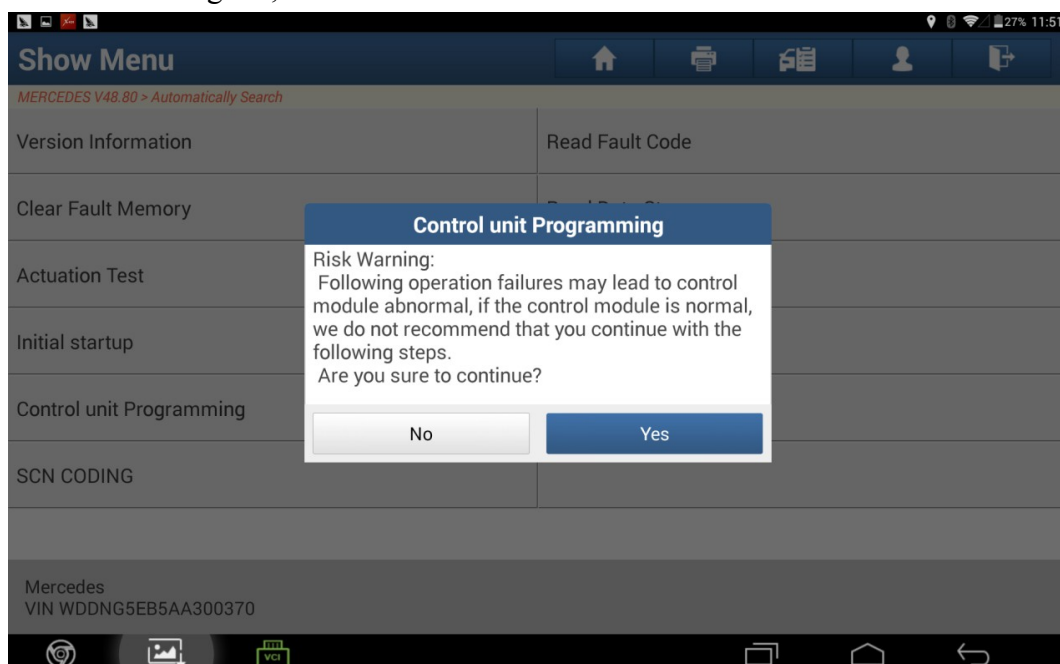

Fig. 11
11. Ci sono dei rischi dovuti alla programmazione, questo potrebbe portare ad anomalie alla centralina motore. Se il modulo di controllo funziona normalmente, non è consigliabile continuare, ma se si desidera eseguire la programmazione, selezionare "Sì". Vedere la Fig. 11;